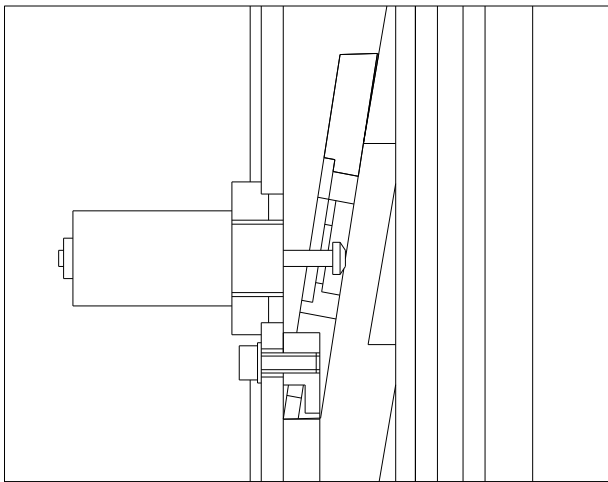

Bild 29
- ◆ Sicherheitseinrichtungen installieren, einschließlich Magnetschalter, Verriegelungseisen und Splint nach Bild 29.